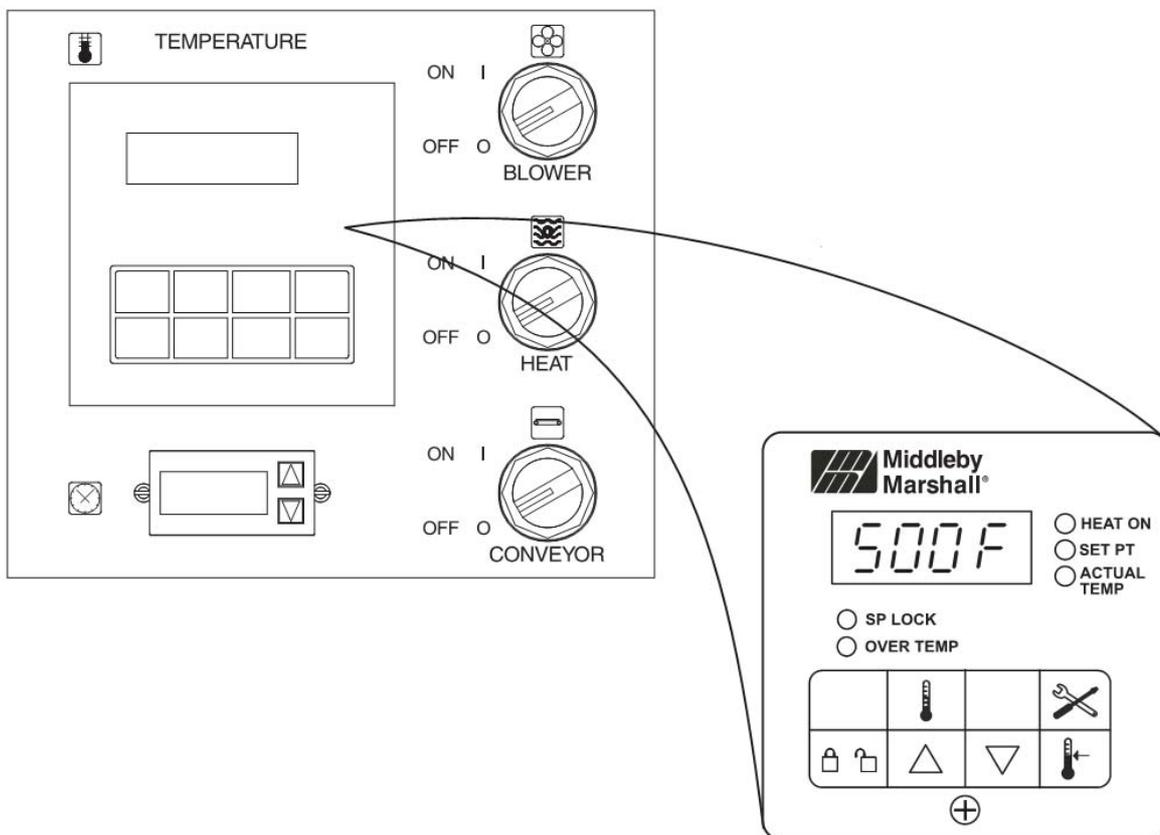

Рисунок 3-6. Панель управления
1. Поставьте выключатель «BLOWER» («НАГНЕТАТЕЛЬ») (Рисунок 3-6) в положение «ON или «I». Это запустит главный нагнетательный вентилятор и охлаждающие вентиляторы. Нагнетатель циркулирует воздух через направляющие воздуха и остается там при процессе приготовления или выпекания.
2. Проверьте работают ли охлаждающие вентиляторы (см. Рисунок 1-8), когда выключатель нагнетателя (см. Рисунок 3-6) находится в положении «ON» или «I». Охлаждающие вентиляторы охлаждают компоненты управления и мотор нагнетателя. Охлаждающие вентиляторы, расположенные с задней стороны печи, вдувают и выдувают воздух из блока. Воздух проходит в передние отсеки и выходит через передние отсеки печи. Смотрите раздел «Ежедневное обслуживание» с описанием процедуры проверки работы вентилятора.
3. Поставьте выключатель «CONVEYOR» («КОНВЕЙЕР») (Рисунок 3-6) в положение «ON» или «I». Это заставит двигаться ленту транспортера. Установите скорость конвейера для желаемого времени выпечки. Обратите внимание на процедуры E, F и G.
5. Поставьте выключатель «HEAT» («ТЕПЛО») (Рисунок 3-6) в положение «ON или «I». Подождите до тех пор, пока не загорится индикатор «Heat ON» («ТЕПЛО ВКЛЮЧЕНО»).